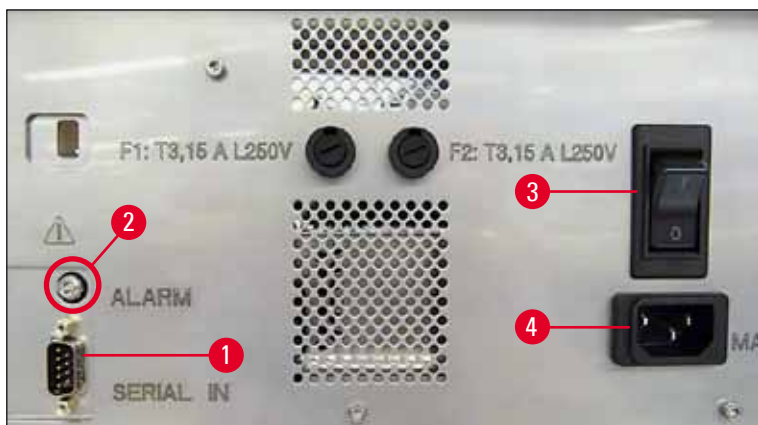

Fig. 31
① Le connessioni elettriche si trovano sul pannello posteriore dello strumento (→ "Fig. 31").